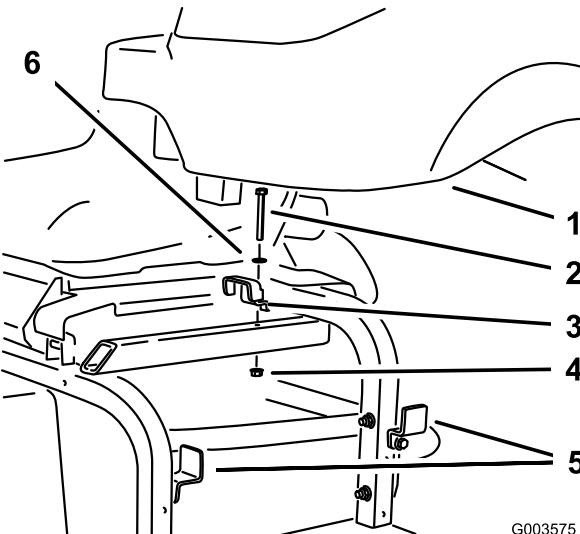

Рисунок 24
2. Установите гидравлический бак на раму и закрепите его с помощью 3 кронштейнов, которые были сняты и затяжка которых была ослаблена ранее (Рисунок 24).